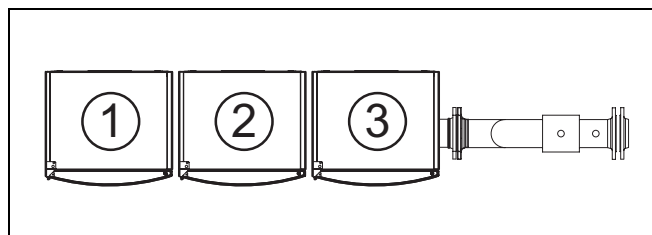
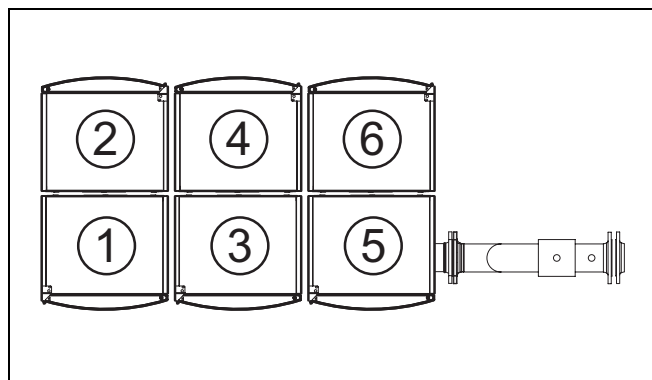

Bild 7 Monteringsföljd vid TL raduppställning
Bild 8 Monteringsföljd TR baksidesuppställning
- Häng den första värmepannan enligt bild 7 eller bild 8 på kaskadramen.
Ordningsföljden enligt bild 7 och bild 8 måste absolut följas vid montering av värmepannorna.